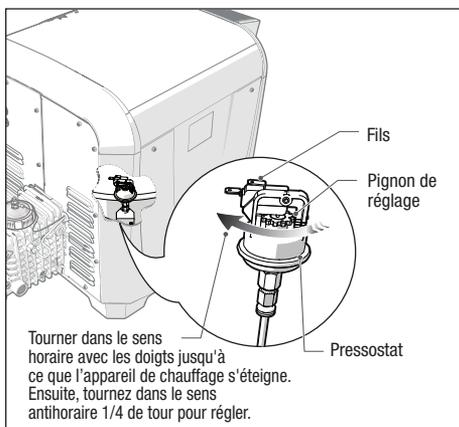

Figure 15. Réglage du pressostat d'eau
3. Retirer le panneau latéral pour accéder au pressostat d'eau. Voir la *Figure 15*.
- Lentement, tourner le pignon de réglage du commutateur de pression dans le sens antihoraire, un quart de tour. L'appareil de chauffage devrait se rallumer. Voir la *Figure 15*.